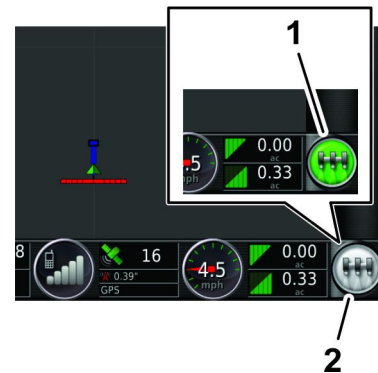

图 241
8. 在 GeoLink 控制台上按主开关图标图 241 至开启绿色。